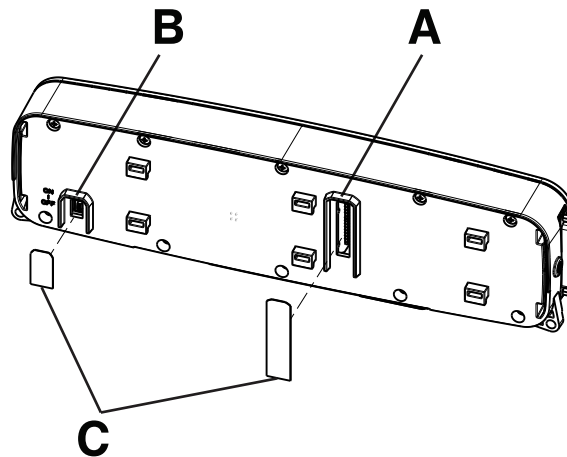

Рисунок 2 – Настройка переключателя
2. Посредством прямого шила настройте DIP-переключатели SB1 и SB2 (A) для соответствия системе вызова медицинской сестры и кабелю для вызова медицинской сестры (Рисунок 2).
3. Посредством прямого шила передвиньте переключатель **ВКЛ./ВЫКЛ. Secure Connect** (B) в положение **ВКЛ.** (Рисунок 2).
4. Прикрепите две поставляющиеся этикетки IPX (C) поверх DIP-переключателя и автоматических выключателей **ВКЛ./ВЫКЛ.**, расположенных на задней панели **Secure Connect** (Рисунок 2).